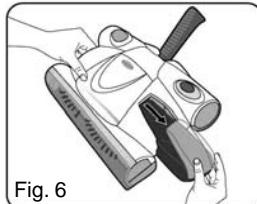

Fig. 6
1. Tire del recipiente para la tierra hacia fuera desde el costado. (Fig. 6)